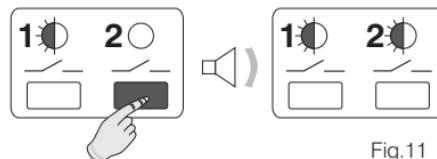

Fig.11
- Mantenere premuto il **tasto 2** fino alla emissione di un singolo segnale acustico, quindi rilasciarlo. Entrambi i **LED** sono lampeggianti. Il **canale 2** è predisposto per essere asservito al **cronotermostato “Master”**(fig.11).